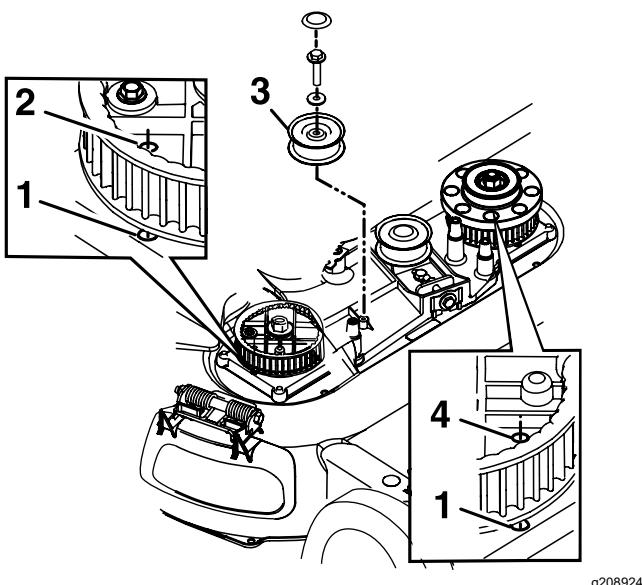

Figure 40
- 8. Déposez la poulie de tension fixe et les fixations (Figure 40).
- 10. Alignez les trous des pignons gauche et droit sur les trous du carter, comme montré à la Figure 40.